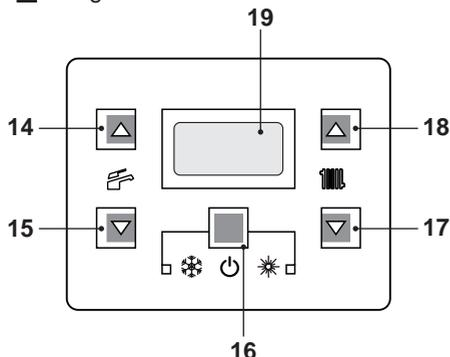

Figura 2.5
- Tenere premuto per 2 secondi il tasto 16 fino a far apparire sul display il simbolo  Figura 2.5.
La temperatura dell'acqua calda di mandata riscaldamento è regolabile agendo sui tasti 17 (diminuzione) e 18 (aumento) (Figura 2.5) da un minimo di circa 25°C ad un massimo di circa 85°C. Alla prima pressione di uno dei due tasti si ha la visualizzazione del valore di "set", alla seconda pressione si accede alla modifica.
Comunque se la temperatura ambiente non dovesse essere confortevole si può aumentare o diminuire la temperatura di mandata dell'impianto riscaldamento di  $\pm 15^{\circ}\text{C}$  agendo sui tasti 17 (diminuzione) e 18 (aumento) (Figura 2.5).
La temperatura dell'acqua calda sanitaria è regolabile agendo sui tasti 14 (aumento) e 15 (diminuzione) (Figura 2.5) da un minimo di circa  $35^{\circ}\text{C}$  ad un massimo di circa  $60^{\circ}\text{C}$ . Alla prima pressione di uno dei due tasti si ha la visualizzazione del valore di "set", alla seconda pressione si accede alla modifica.